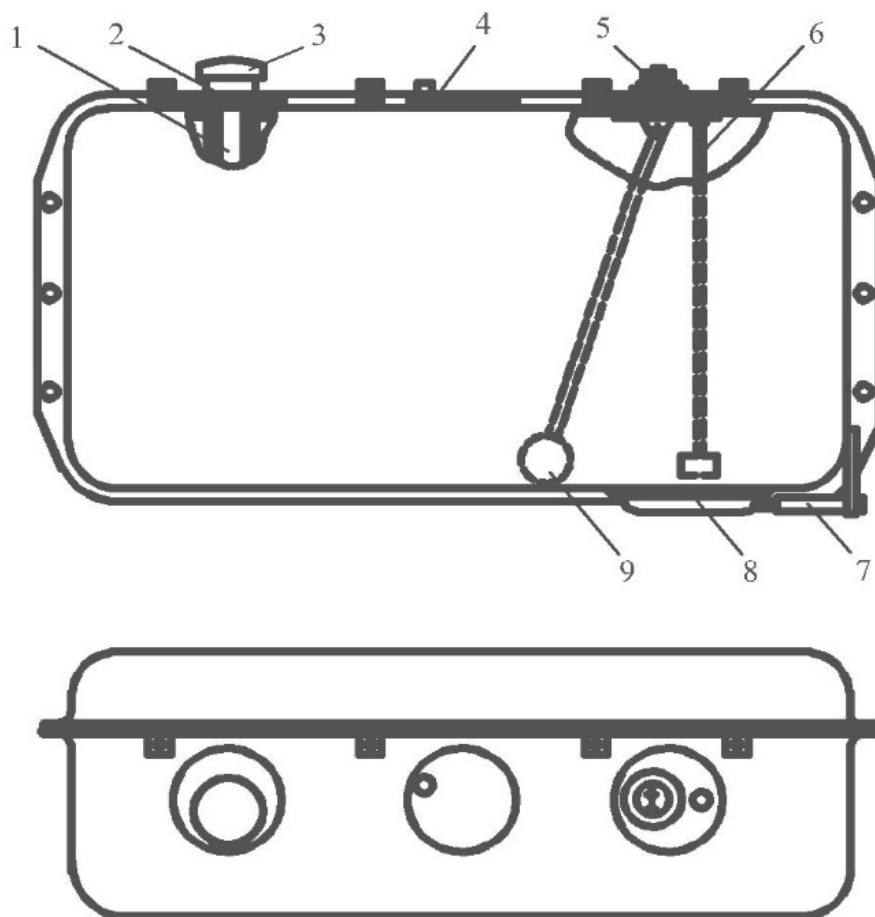

Рис. 4.4. Топливный бак:
**Топливный бак** (рис. 4.4) выполнен из двух штампованных боковин. В отбортовке бака имеется шесть отверстий для его крепления.
Датчик указателя уровня топлива 5 (см. рис. 4.4) – электрический реостатный рычажно-поплавковый, установлен на фланце приемного фильтра топливного бака и работает в комплекте с приемником 14 указателя уровня топлива (рис. 4.14), размещенным на панели щита управления. Датчик представляет собой проволочный реостат, размещенный в металлическом корпусе. В верхней части корпуса расположен изолированный от корпуса контакт для подключения датчика, в нижней части – реостат и ось с ползуном. Щетки ползуна постоянно прижаты к обмотке реостата. На конце оси ползуна, выведенной из корпуса наружу, закреплен рычаг с поплавком 9 (см. рис. 4.4). Один конец проволочной обмотки реостата соединен с корпусом, второй – с контактом в верхней части корпуса.